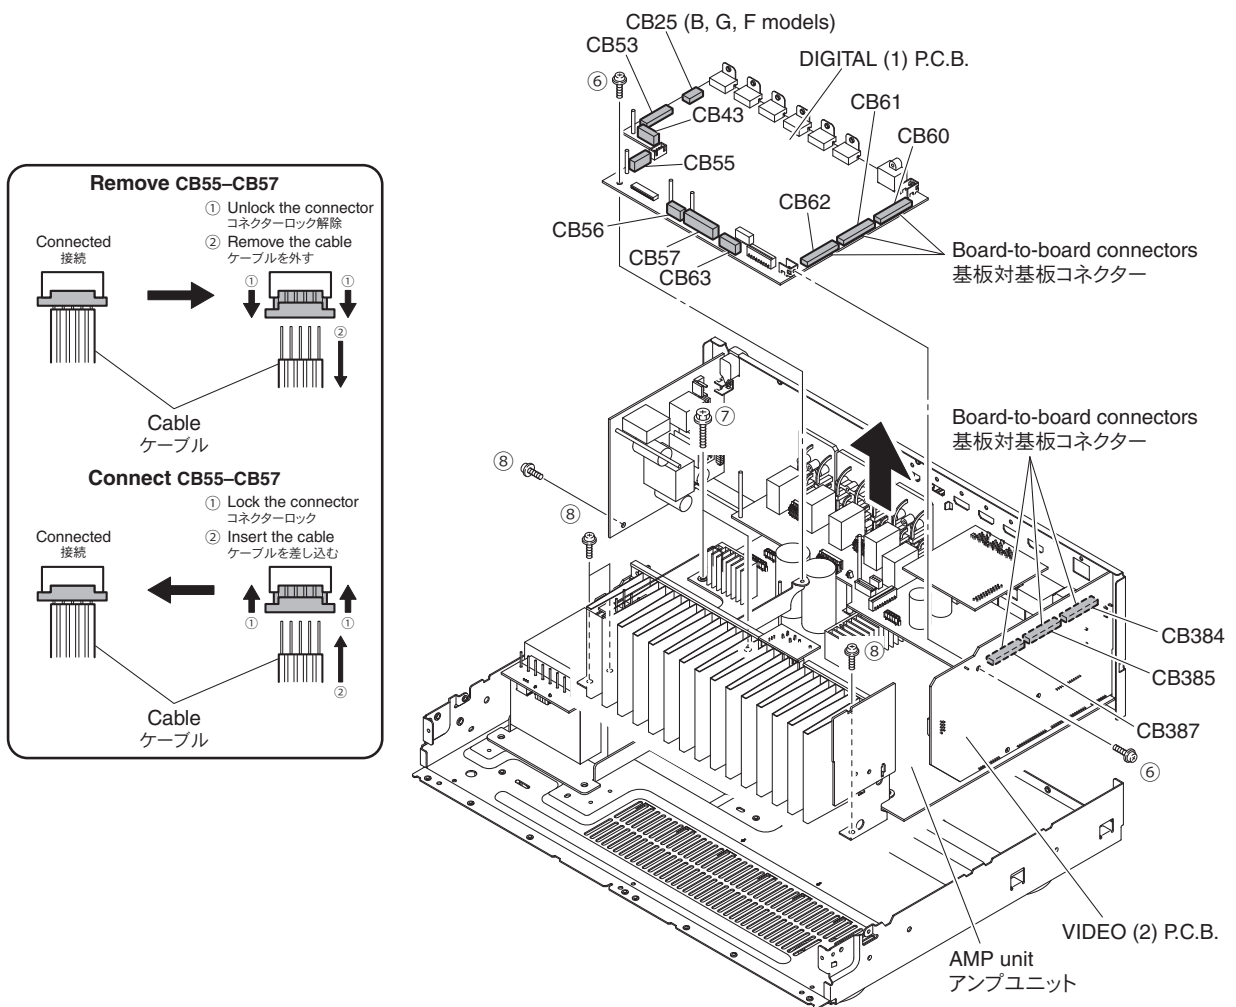

Fig. 2
- Remove 2 screws (⑥). (Fig. 2)
- Remove CB25 (B, G, F models), CB43, CB53 and CB63. (Fig. 2)
- Unlock and remove CB55~57. (Fig. 2)
- Remove the DIGITAL (1) P.C.B. which is connected directly to the VIDEO (2) P.C.B. with board-to-board connectors. (Fig. 2)
- ⑥のネジ2本を外します。(Fig. 2)
- CB43、CB53、CB63を外します。(Fig. 2)
- ロックを外し、CB55～57を外します。(Fig. 2)
- DIGITAL P.C.B.を外します。ただし、DIGITAL (1) P.C.B.はVIDEO (2) P.C.B.に基板対基板コネクタで直接接続されています。(Fig. 2)
- Remove 2 screws (⑦) and 4 screws (⑧). (Fig. 2)
- Remove the amp unit. (Fig. 2)
- ⑦のネジ2本、⑧のネジ4本を外します。(Fig. 2)
- アンプユニットを外します。(Fig. 2)